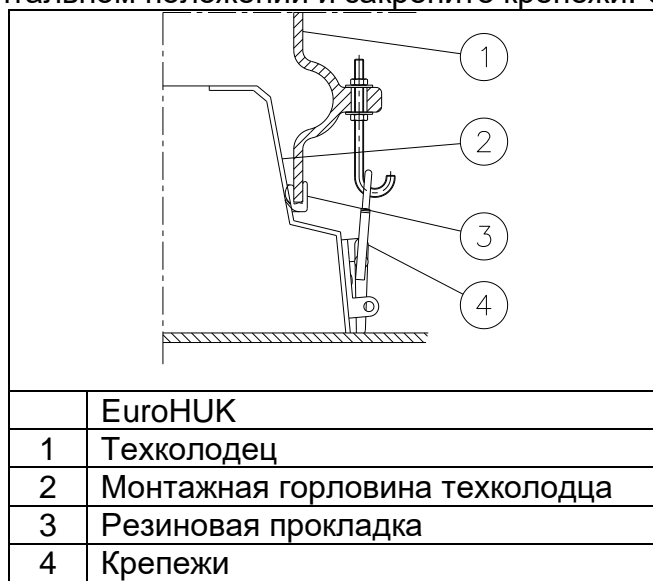

Рис. 5. Резиновая прокладка и крепежи техколодца
6. Установите на техколодец/техколодцы резиновую прокладку. Установите техколодец EuroHUK на нефтемаслоотделитель в строго горизонтальном положении и закрепите крепежи. Смотрите рис. 5.